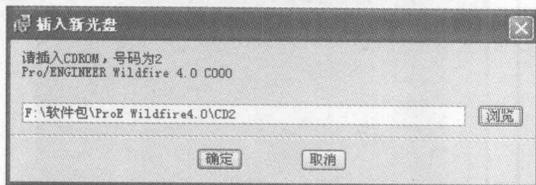
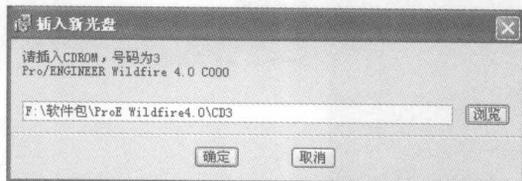

图 1-14 【插入新光盘“号码 2”】界面
图 1-15 【插入新光盘“号码 3”】界面
**STEP 13** 系统再次弹出【插入新光盘】对话框，如图 1-14 所示，更换标有“号码为 2”的光盘，单击【确定】按钮，进入继续安装状态，直到再次出现【插入新光盘】对话框，如图 1-15 所示，更换标有“号码 3”的光盘，单击【确定】接着安装软件。